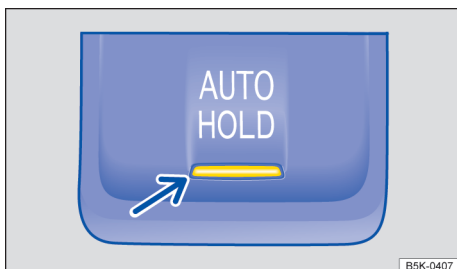

Fig. 153 No console central: botão do Auto Hold.
A função Auto Hold está ativa quando a luz de controle no botão **AUTO HOLD** → Fig. 153 se acende em amarelo e a luz de controle **(P)** se acende em verde no display do instrumento combinado.
- Pressionar o botão **AUTO HOLD** → . A luz de controle no botão **AUTO HOLD** → Fig. 153 se acende em amarelo. O Auto Hold está pronto para funcionamento, porém o veículo não é imediatamente mantido parado →
- Pressionar o botão **AUTO HOLD** → . A luz de controle no botão **AUTO HOLD** → Fig. 153 se apaga.